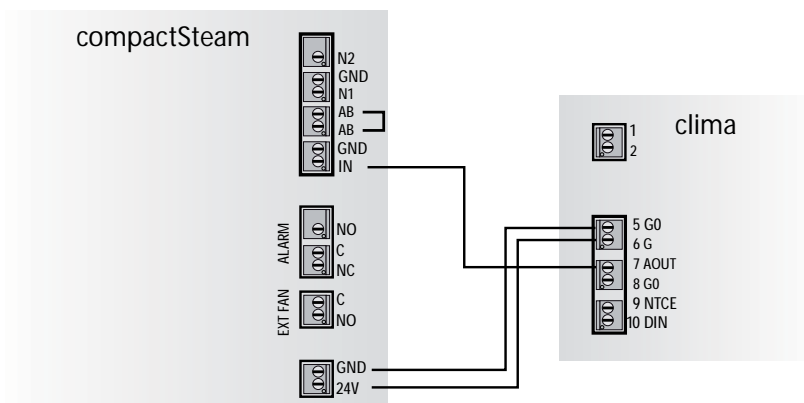

Fig. 1
- a regolazione proporzionale (default): l'algoritmo di controllo funziona come da diagramma in Fig. 2 dove la richiesta di umidificazione è massima (10 V in uscita sul morsetto 7 Aout in fig. 1) fino al raggiungimento della soglia dell'intervallo "set point - differenziale". Dopo il raggiungimento di tale soglia il segnale di uscita di Clima diminuisce gradualmente all'interno del differenziale impostato fino a portarsi a 0 V al raggiungimento del set point;
1. collegare i due dispositivi con il cavetto in dotazione seguendo lo schema in Fig. 1;
- proportional regulation (default): The control algorithm works as shown in Fig. 2 diagram where humidity request is at maximum (10 V on output on terminal 7 AOUT in fig. 1) until the "set point - differential" range threshold is reached. After this threshold is reached, the clima output signal gradually lowers within the set differential to 0 V when the set point is reached;
1. connect the two devices with the supplied wire as shown in Fig. 1 diagram;